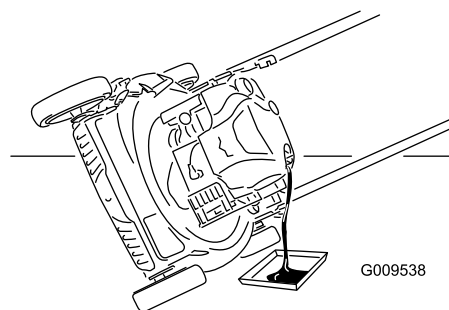

Figura 22
7. Coloque la máquina de lado con la varilla de aceite hacia abajo para drenar el aceite usado a través del tubo de llenado al recipiente (Figura 22).